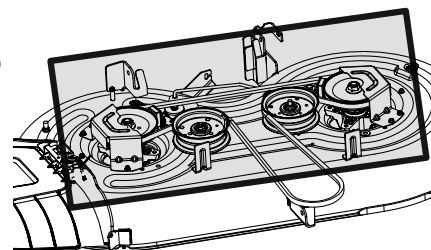

Figura 22
- Limpie la parte de arriba de la plataforma del tractor, debajo de las cubiertas de husillos y área de correas. Consulte la Figura 22.